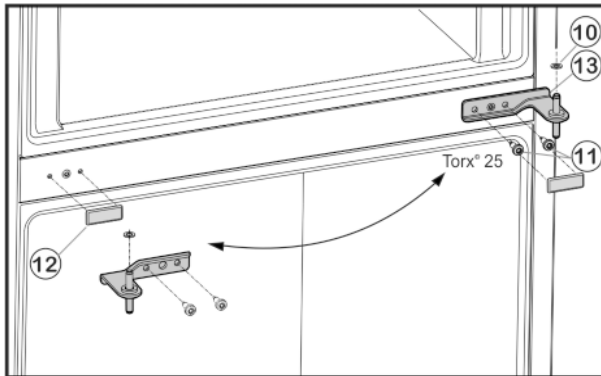

Fig. 5
- Sabitleme vidalarını Fig. 5 (11) sökün (2 kez Torx® 25) ve orta yatak mesnedini alt kapıdan dışarıya doğru çekin.
- Plastik camı Fig. 5 (10) çıkarın.
- Kapağı Fig. 5 (12) dikkatli bir şekilde çekip çıkartın.
- Kapağı Fig. 5 (12), karşı tarafa tekrar yerleştirin.
- Orta yatak mesnedini Fig. 5 (13) 180° çevrilmiş bir şekilde alt kapıya yerleştirin ve sabitleme vidalarını Fig. 5 (11)(2 kez Torx® 25) yeni menteşe tarafına **sıkıca (4 Nm ile)** vidalayın.
- Plastik camı Fig. 5 (10) tekrar takın.
- Üst kapıyı orta yatak mesnedine Fig. 5 (13) yerleştirin.